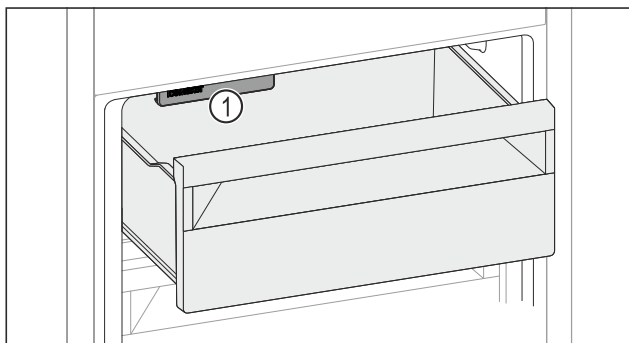

Fig. 144
- ▶ Учитывайте IceMaker Fig. 144 (1).